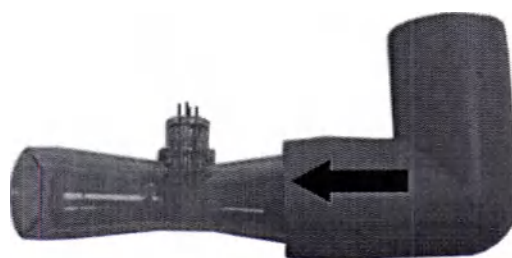

Рис. 5-10. Сборка соединительной системы (резинового угольника), устанавливаемой между датчиком потока и клапаном выдоха.
- Соберите соединительную систему из датчика и угольника, входящих в комплект, как показано на рис. 5-10.